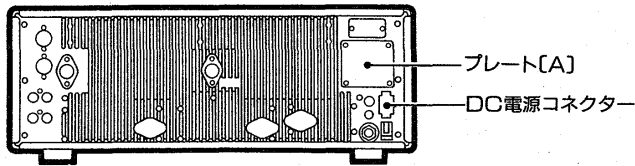
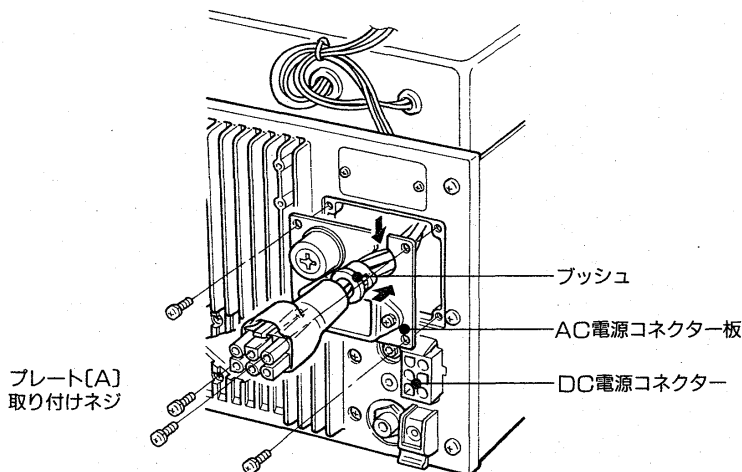

図16 AC電源コネクター板の取り付け
図15 電源ユニットの取り付け
- ④PSシャーシの上カバー側に電源ユニットとスペーサーを置き、付属ネジに絶縁カラーを通して取り付けます。(図15参照)
- ⑤PSシャーシを元どおり取り付けます。
- ⑥電源ユニットからのDCコード(P1)を、プレート[A]を外した所から後面側に出し、AC電源コネクター板の切り込み穴に通しておきます。(図16参照)
- ⑦AC電源コネクター板をプレート[A]を外した所にネジ止めします。(図16参照)